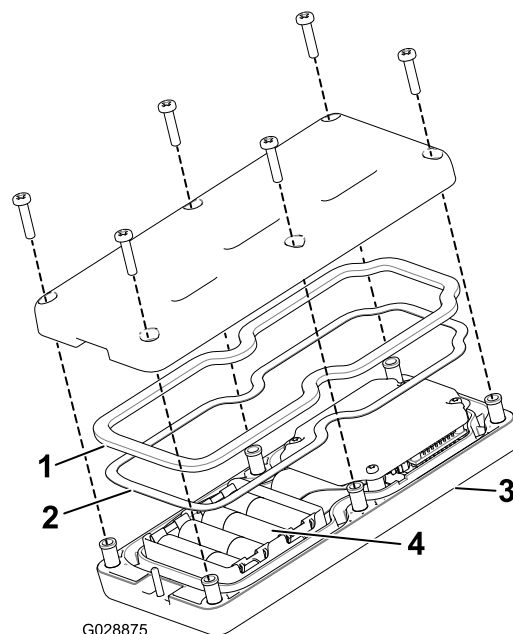

図 46
3. リモートの裏側にあるねじ6本を外してカバーを取る (図 46)。
5. 新しい電池を入れる 向きに注意すること。電池を正しく入れないと、機械が損傷することはないが、操作ができない。電池を入れる箇所にはプラス・マイナスの表示がある 図 46。
6. ゴム製シールとスチール製のガスケットを外してしまった場合は、これらを注意深く溝にセットする (図 46)。
7. カバーを元通りの取り付け、先ほどのねじ6本を使ってカバーを固定し 図 46、各ねじを 1.5 - 1.7 Nm 0.15-0.17 kg.m = 13 - 15 in-lb にトルク締めする。